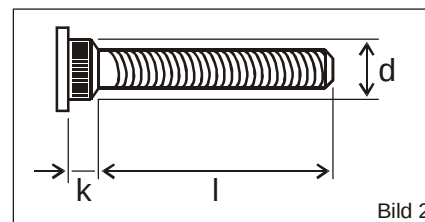

Bild 2
3. Das **Pro-Spacer** System 6 wird komplett mit allen benötigten Anbauteilen geliefert. Es ist jedoch unbedingt notwendig einige Größen dieser Anbauteile zu verifizieren. Achten Sie insbesondere darauf, dass die Rändellänge (k) und der Rändeldurchmesser (d) (Bild 2) der Eibach-Spezial- Rändelbolzen den Original Rändelbolzen entspricht. Neben der Form ist die Gewindegröße mit ihrem spezifischen Gewindedurchmesser und der Gewindesteigung zu verifizieren.